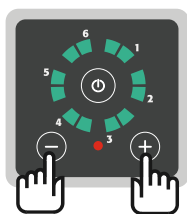

Fig. 9: Ovládacie tlačidlo + a -
- 7. Súčasne stlačte obe ovládacie tlačidlá „+“ a „-“ na 5 sekúnd (Fig. 9).